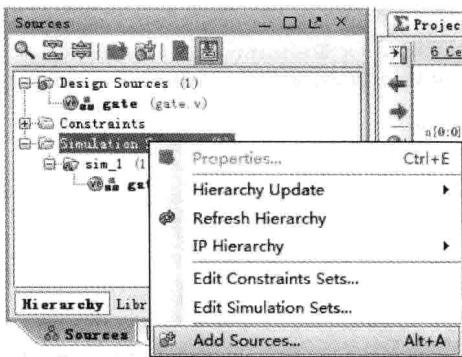
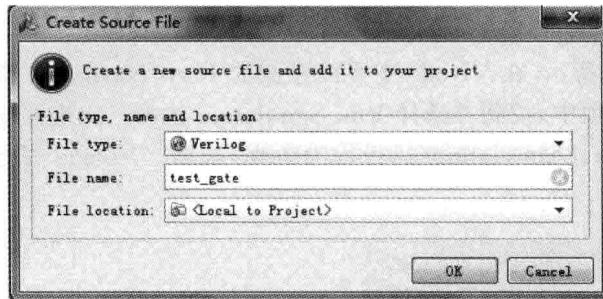

图 5.83 添加新仿真文件入口
图 5.84 创建新仿真文件入口
(18) 如图 5.83 所示, 在 Project Manager 界面的 Sources 窗口下, 找到并选中 Simulation Sources 条目。单击右键, 出现浮动菜单。在浮动菜单内, 选择 Add Sources... 选项。
(19) 出现 Add Sources(添加源文件)窗口对话框界面。在该界面中, 选择 Add or Create Simulation Sources(添加或者创建仿真源文件)选项。
(20) 单击 Next 按钮。
(21) 出现 Add or Create Simulation Sources(添加或者创建仿真文件)对话框界面。在该界面中, 单击 **Create File...** 按钮。
(22) 如图 5.84 所示, 出现 Create Source File(创建源文件)对话框界面。在该界面中, 按下面参数设置:
① File Type: Verilog;